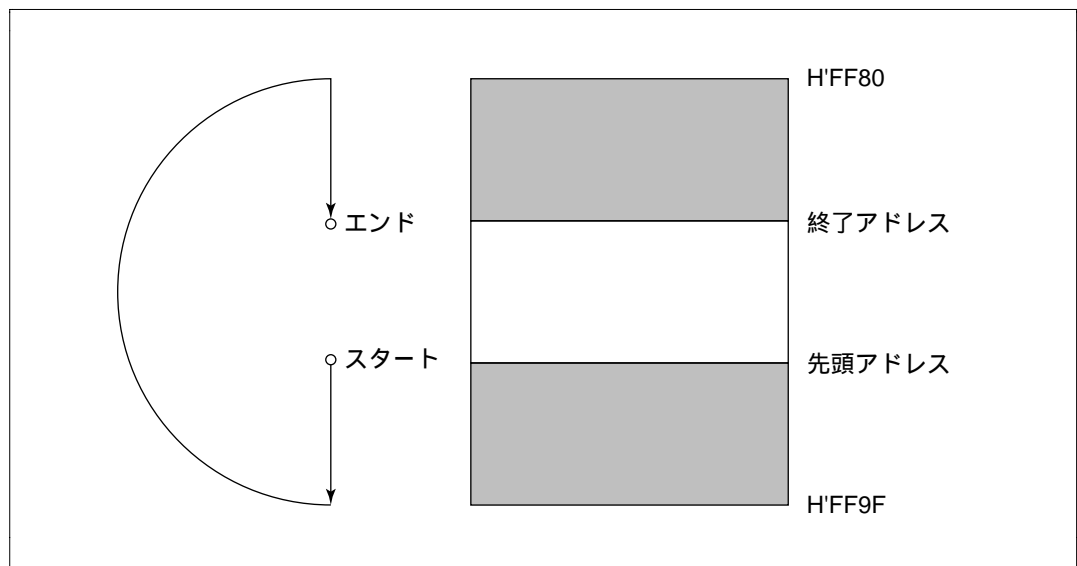

図 10.6 終了アドレスが先頭アドレスより小さい値の場合
- (1) SCSR2の STF が"0"の状態、PMR2、PMR3、STAR、EDAR、および SCR2 により、端子、転送モードを設定します。
- (2) SCI2 の端子はポートと兼用しています。ポートとの切換えは PMR3 で行います。SO₂ 端子は PMR2 で CMOS 出力と NMOS オープンドレイン出力の選択ができます。転送クロックと転送データ間隔は SCR2 で設定します。
- (3) 転送データ領域の先頭アドレスと終了アドレスは、STAR と EDAR で設定します。終了アドレスが先頭アドレスより小さい値の場合、図 10.6 に示すように、H'FF9F 番地のデータを転送後、H'FF80 番地にもどり、終了アドレスまで転送を行います。先頭アドレスと終了アドレスが等しい場合は、1 バイトの転送を行います。